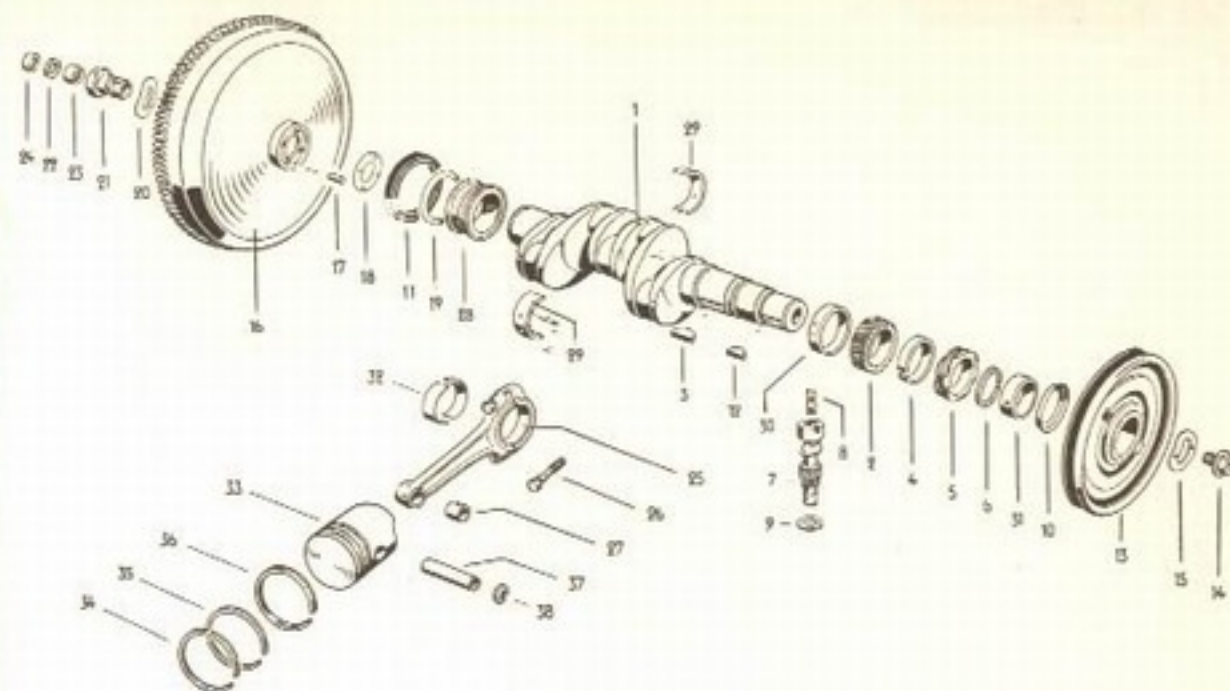

Fig. 6-H — Principais órgãos móveis do motor "1 200" — 36 HP
**Desmontagem do conjunto da árvore de manivelas.** — Coloca-se a árvore de manivelas no suporte próprio para desmontagem (VW 310 ou 319 a) se se dispõe dessa ferramenta e procede-se a desmontagem segundo essa seqüência (figs. 6 e 7-H):
Fig. 7-H — Árvore de manivelas, êmbolos, bielas e peças anexas dos motores "1 300", "1 500" e "1 600". A nomenclatura das peças é idêntica a da fig. 6-H, com exceção da peça n.º 19 na figura acima (anel de vedação de borracha), que não se encontra no modelo anterior. A junta de papel, designada pelo n.º 18, na fig. 6-H, não se usa mais nos motores a partir do "1 300". As diferenças de construção estão detalhadas no texto.
Nos modelos "1 300", "1 500", "1 600" e "1 600" plano não se emprega mais a junta de papel (18, Fig. 6-H). Em seu lugar se encontra um anel de borracha (19, Fig. 7-H).
- 2 — Retira-se o volante, o vedador (ou junta de papel) e as arruelas ou juntas espaçadoras (19, fig. 6-H e 18, fig. 7-H). Mede-se a espessura dessas juntas em conjunto (medida b).